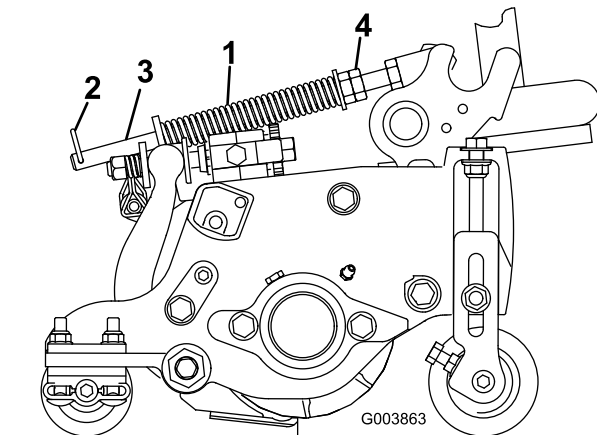

Figura 21
A mola de compensação de relva (Figura 21) transfere peso do cilindro dianteiro para o cilindro traseiro. (Isto ajuda a reduzir o efeito ondulado na relva, também conhecido como ondulação ou "bobbing".)
1. Certifique-se de que o contrapino do gancho está instalado no orifício traseiro na haste da mola (Figura 21).
2. Aperte as porcas sextavadas na extremidade dianteira da haste da mola até que o comprimento da mola em compressão seja de 15,9 cm (Figura 21).